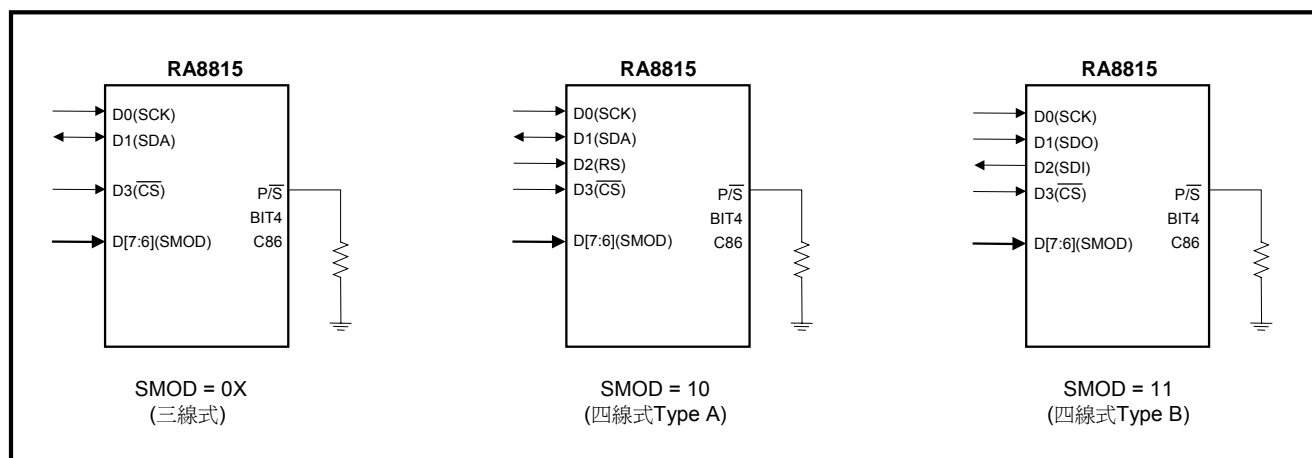

图 4-3 : 串行界面硬件设定方式
3. 三线式及四线式(Type A 与 Type B) 的串行连接界面，如图 4-3。